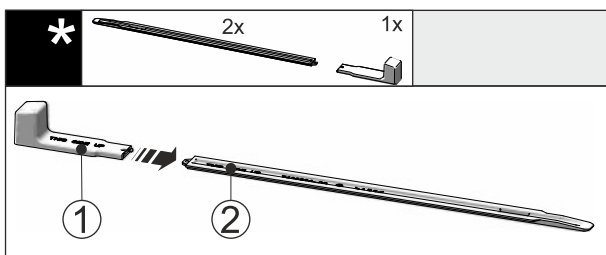

Fig. 54
▶ Вставте монтажну ручку Fig. 54 (1) на вирівнювальну рейку Fig. 54 (2).